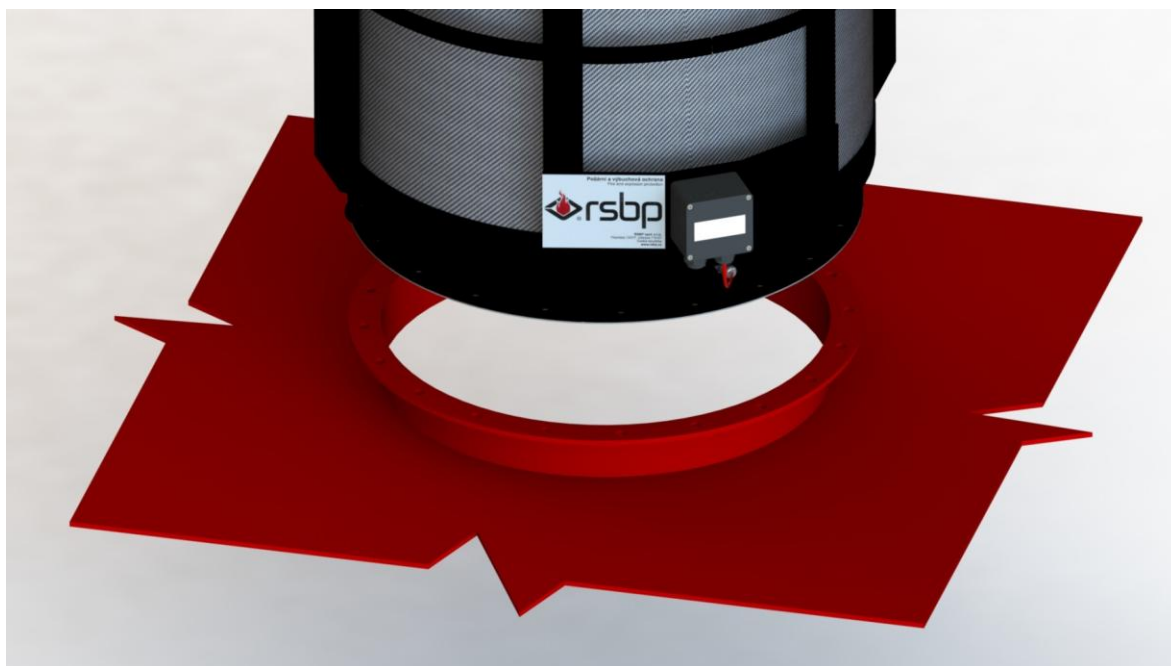

Рис. 7 – Соединительный фланец
- 2) Соединительный фланец ёмкости и пламягасителя должен размерно соответствовать. Контрфланец на ёмкости должен быть толщиной не менее 6 мм (рис. 7).